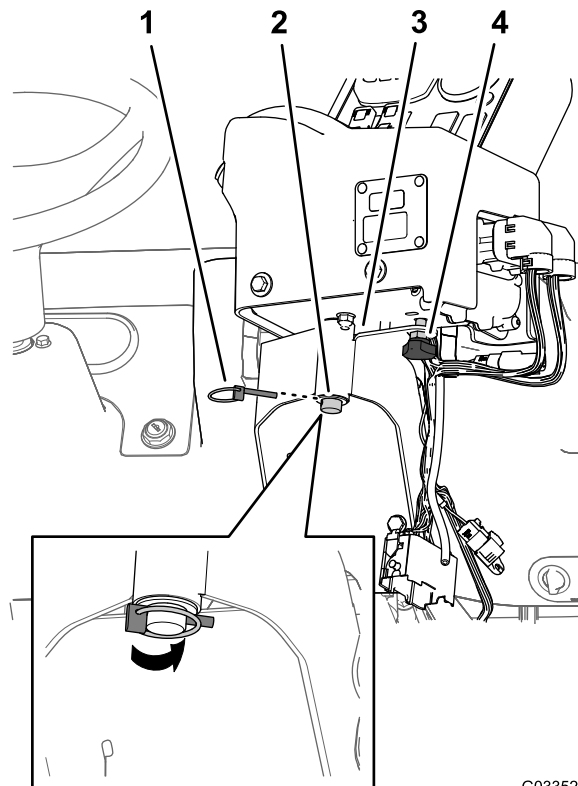

図 18
2. 先ほど外したスプリングクリップピンを使って、コントロールコンソールを、コントロール取り付けブラケットに固定する 図 18。
3. 操作中にコンソールが回転しないようにハンドノブを取り付ける 図 18。